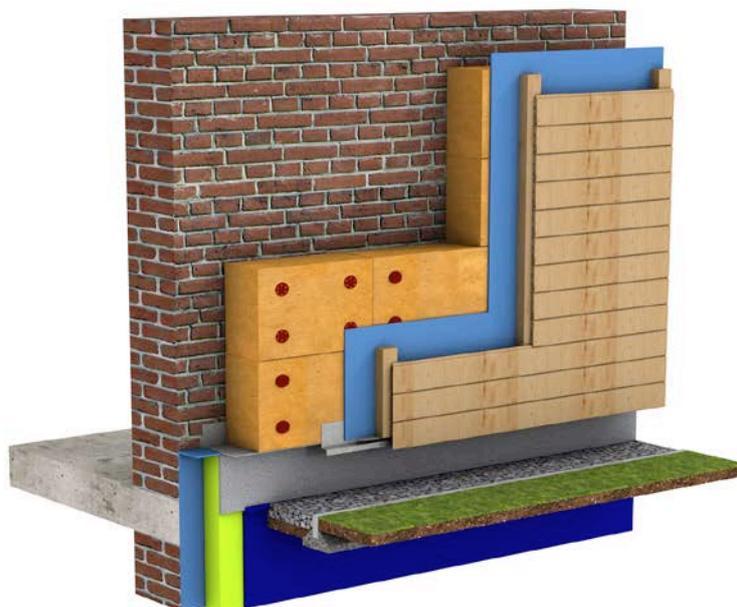

Fig. 1 Isolation des murs depuis l'extérieur à l'aide de panneaux et d'un bardage (vue 3D).
2. toujours démarrer la pose des panneaux isolants rigides en fibre de bois à minimum 20 cm au-dessus du sol. Protéger les panneaux des remontées capillaires au pied du mur (voir NIT 252). Les panneaux peuvent être posés sur un bloc isolant imputrescible (soubassement) ou sur des cornières. Afin d'éviter les ponts thermiques, il est impératif que le bloc isolant imputrescible se prolonge au pied du mur (voir figures 1 et 2). S'assurer de la planéité du support imputrescible et la corriger si nécessaire. Si l'on utilise une cornière, veiller à ce que celle-ci soit parfaitement en équerre par rapport au mur existant